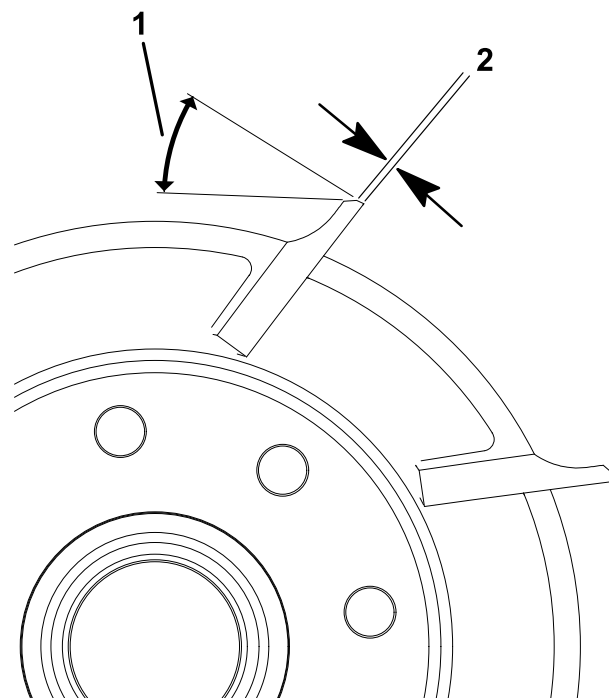

Figura 20
1. Aplicați un unghi de rectificare 30° pentru toate lamele cilindrului, până când lăimea la sol atinge 0,76 mm (Figura 20).